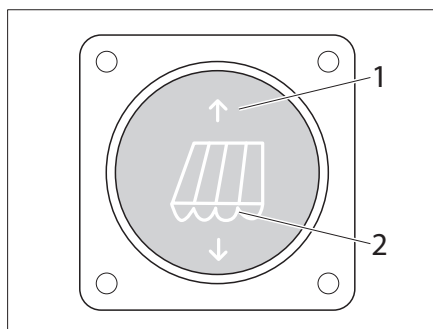
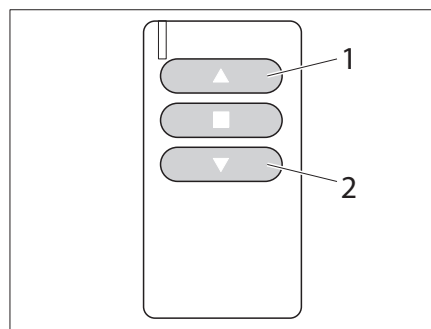

Fig. 38 Interruttore per tenda, elettrico
Fig. 39 Telecomando per tenda, elettrico
La tenda è disponibile anche in una versione con azionamento elettrico. Il comando avviene mediante l'interruttore (Fig. 38) oppure un telecomando (Fig. 39).
- Premere il tasto (Fig. 38/1) oppure il tasto (Fig. 39/1). La tenda si chiude.
- Premere il tasto (Fig. 38/2) oppure il tasto (Fig. 39/2). La tenda si apre.